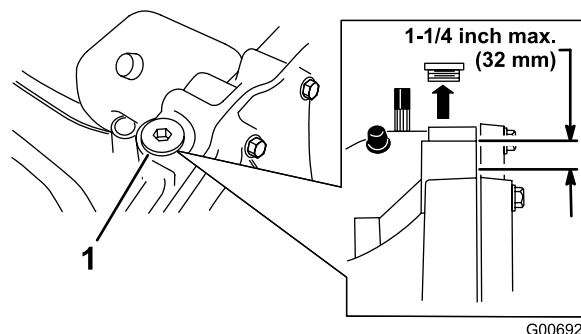

Figure 29
4. Nettoyez la surface autour du bouchon de remplissage (Figure 29) pour éviter que des impuretés tombent dans le réservoir quand vous faites l'appoint d'huile.
Remarque: Le niveau maximum doit se situer à 32 mm en-dessous du haut de l'orifice de remplissage (Figure 29). Ajoutez de l'huile au besoin.